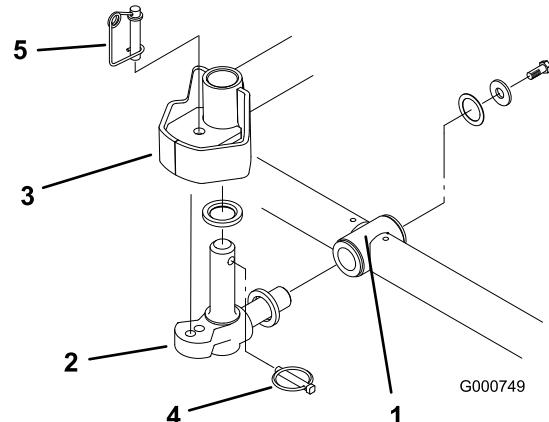

図5
6. スラスト・ワッシャを、ピボット・ナックルの水平シャフトに差し込む図5。
7. ピボット・ナックルの水平シャフトをキャリア・フレームの取り付け穴に差し込む（図5）。
8. スラスト・ワッシャ、平ワッシャ、フランジヘッドネジを使って、ピボット・ナックルをキャリア・フレームに固定する(図 5)。
9. ピボット・ナックルの垂直シャフトにスラスト・ワッシャを差し込む図 5。
10. ピボット・ナックルの垂直シャフトを外している場合には、ここで昇降アームのピボット・ハブに差し込む(図 5)。昇降アームのステアリング・プレートの下にある2枚のゴム製センタリングバンパーの間に、ピボット・ナックルを挟む。
11. ピボット・ナックルのシャフトに付いている穴にリンチ・ピンを差し込む(図 5)。
ンをピボット・ナックルの取り付け穴に差し込んでください(図 5)。
14. ステアリング・ロック・ピンの下にスプリングを掛ける(図 5)。